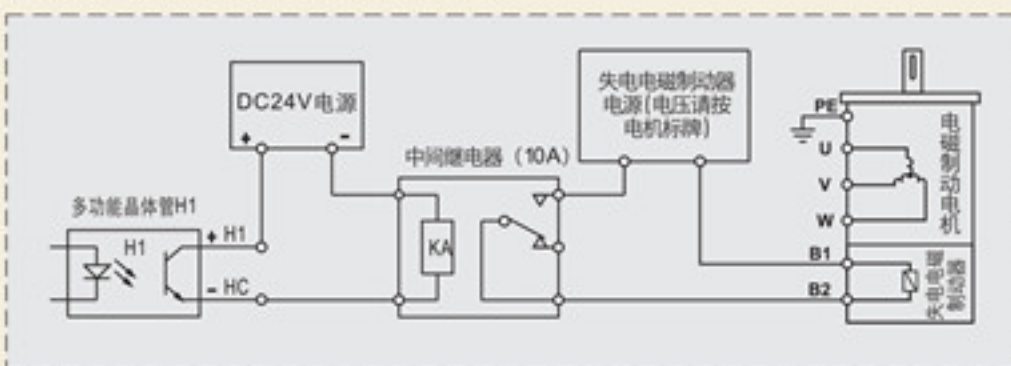

图 7
4. 电磁制动频率到达	连锁控制电磁制动电机的制动器, 保证同步运行, 详见 P-38 接线图中图7。